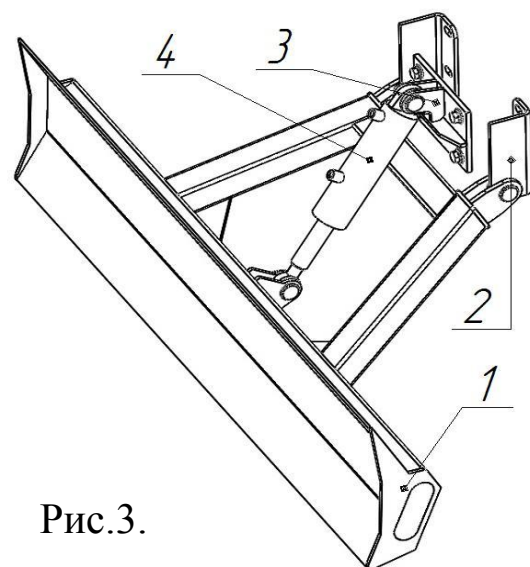
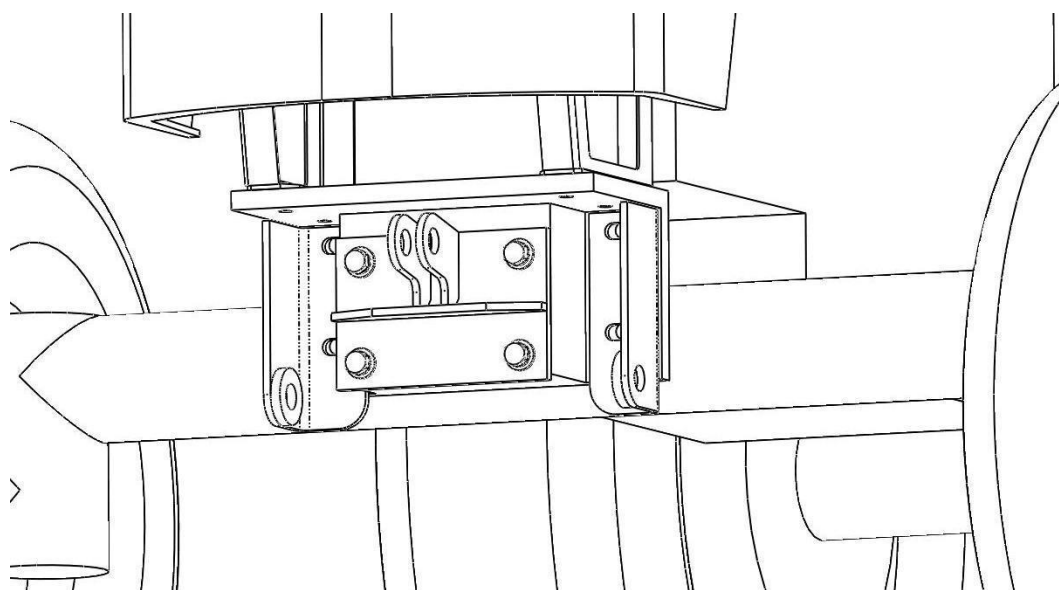

Рис.3.
рис.9.
Основные составные части бульдозерного отвала (рис.3):
- установите на передний бампер трактора кронштейны отвала 2 и кронштейн гидроцилиндра 3 (рис.3), как показано на рис. 9;
- установите отвал 1 и гидроцилиндр 4 (рис.3.);
- складное сиденье д.б. в положении «спинка вертикально», положение спинки д.б. надежно зафиксировано винтами 2 (рис.3);